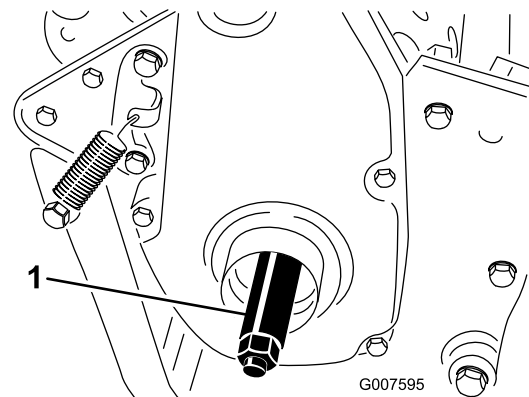

Figura 7
- Enrosque el eje de la rueda derecha en la polea de transmisión del lado derecho de la máquina (Figura 7).